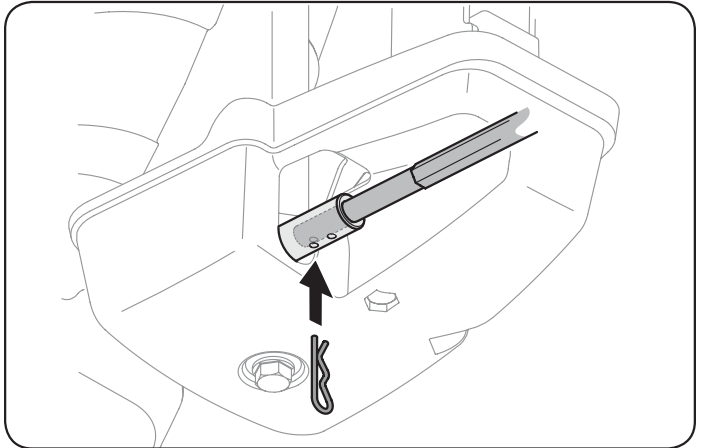

Figure 10
8. Fixez l'extrémité ronde de la tige de la commande de la goulotte au commande de la goulotte avec la goupille fendue enlevée précédemment. Voir la Figure 10.